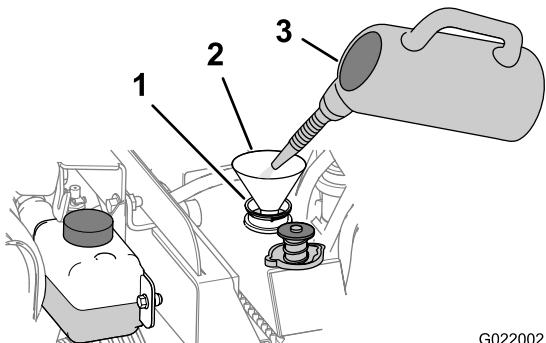

Рисунок 81
- Залейте чистящий раствор для системы охлаждения в радиатор через заливную горловину (Рисунок 81).